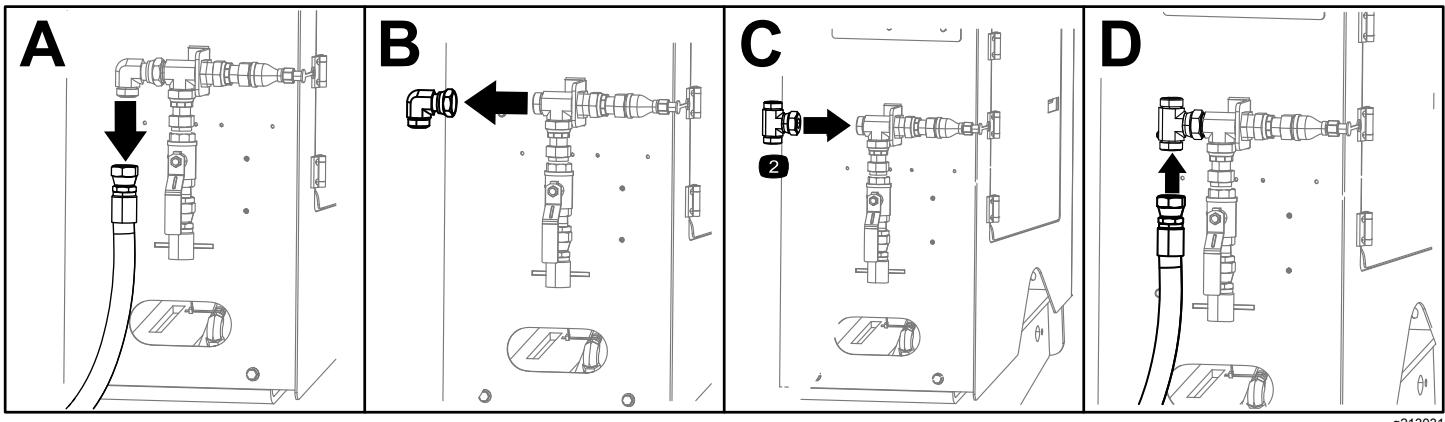
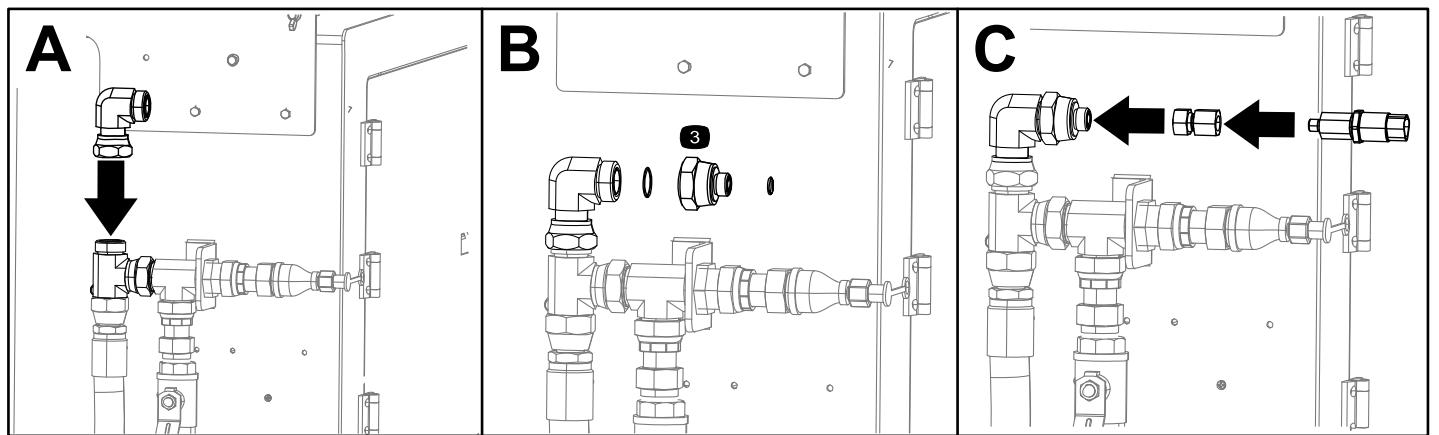

Figura 10
Figura 11
1. Retire o tubo da união na soldadura de controlo traseiro (Caixa A de Figura 10).
2. Retire a união na soldadura de controlo traseiro (Caixa B de Figura 10).
3. Retire a união em T na soldadura de controlo traseiro (Caixa C de Figura 10).
4. Instale o tubo na união em T (Caixa D de Figura 10).
5. Instale a união removida em 2, mostrada na Caixa B de Figura 10 (Caixa A de Figura 11).
6. Instale o redutor e anéis de retenção (Caixa B de Figura 11).
7. Instale o conjunto do transdutor removido em 3 de Desligar o transdutor (página 5) (Caixa C de Figura 11).